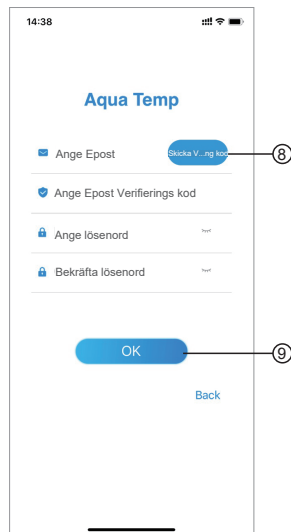

Fig.3 Glömt lösenordsgränssnittet
(Bild 3). Följ instruktionerna på sidan, fyll i relevant information, klicka på ⑧ för att få verifieringskod från din brevlåda, klicka på ⑨ för att bekräfta och lösenordsåterställning är klar.